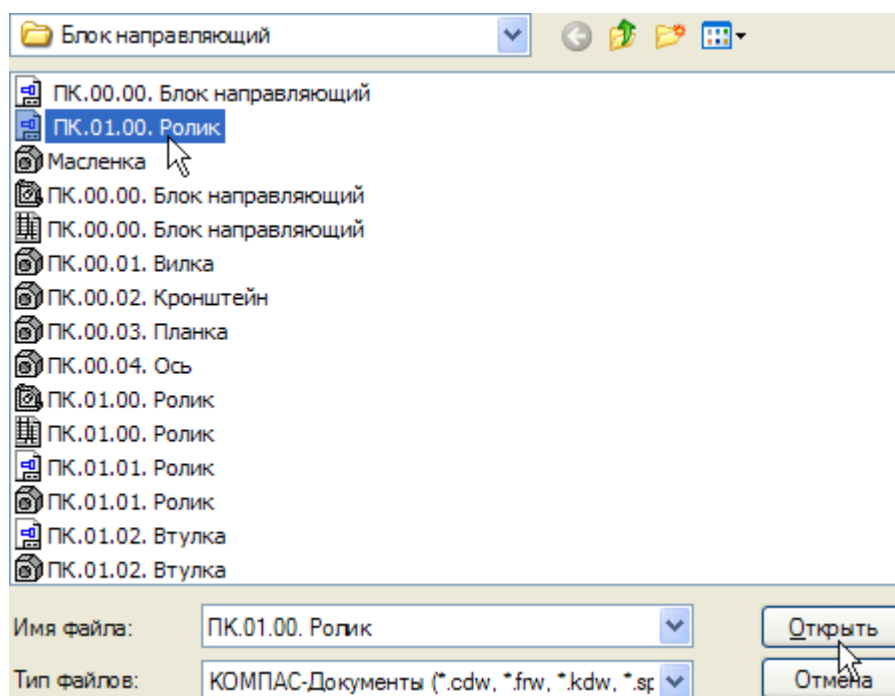

Рисунок 6.
- Откройте  сборочный чертеж ПК.01.00. Ролик (рис.6).